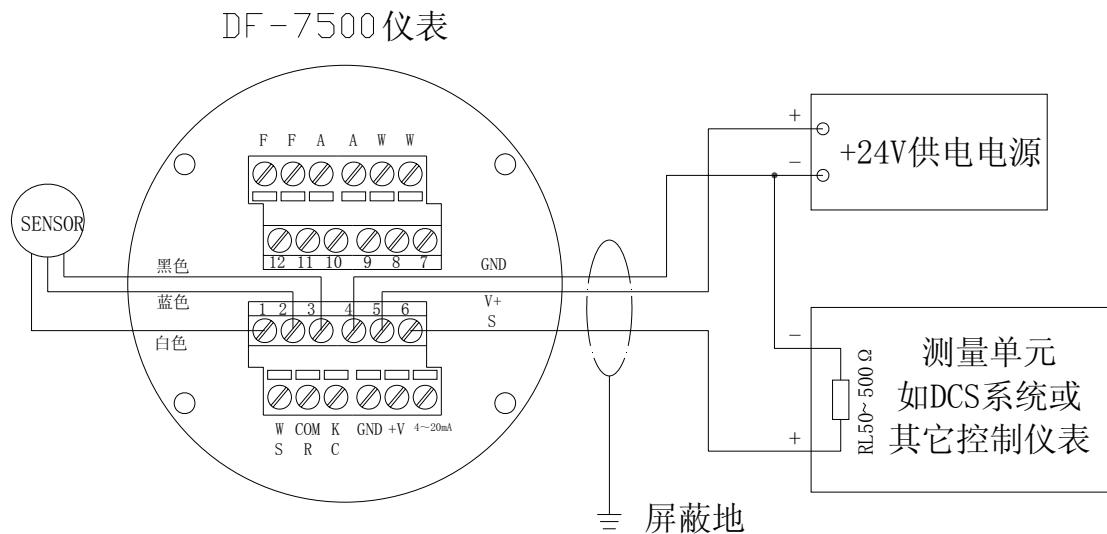
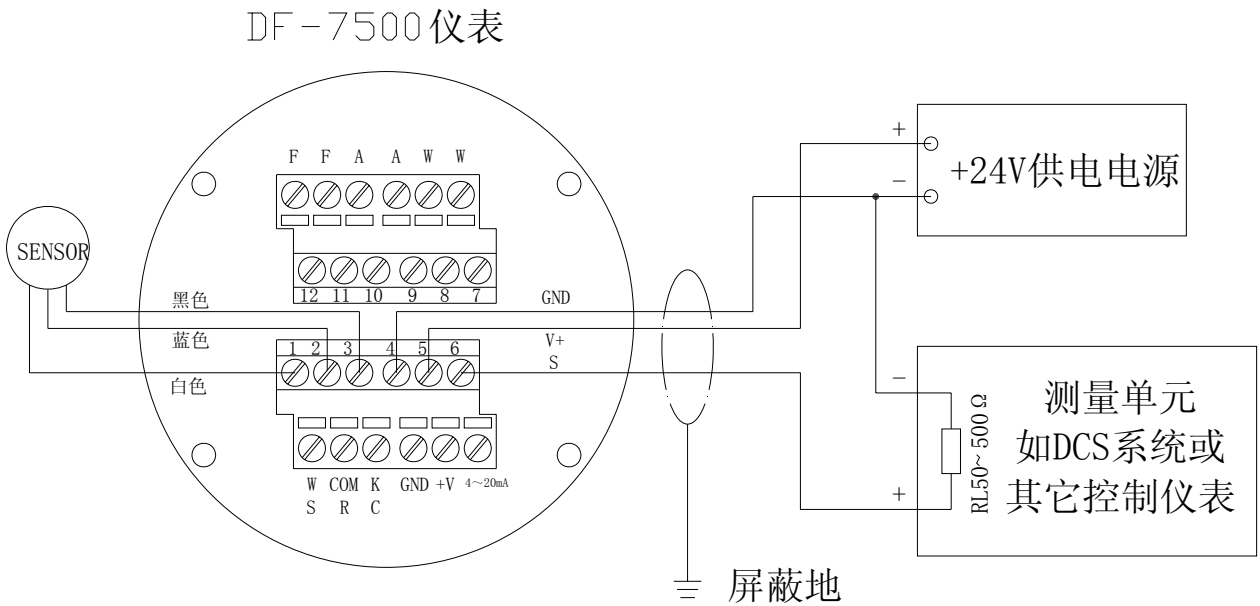
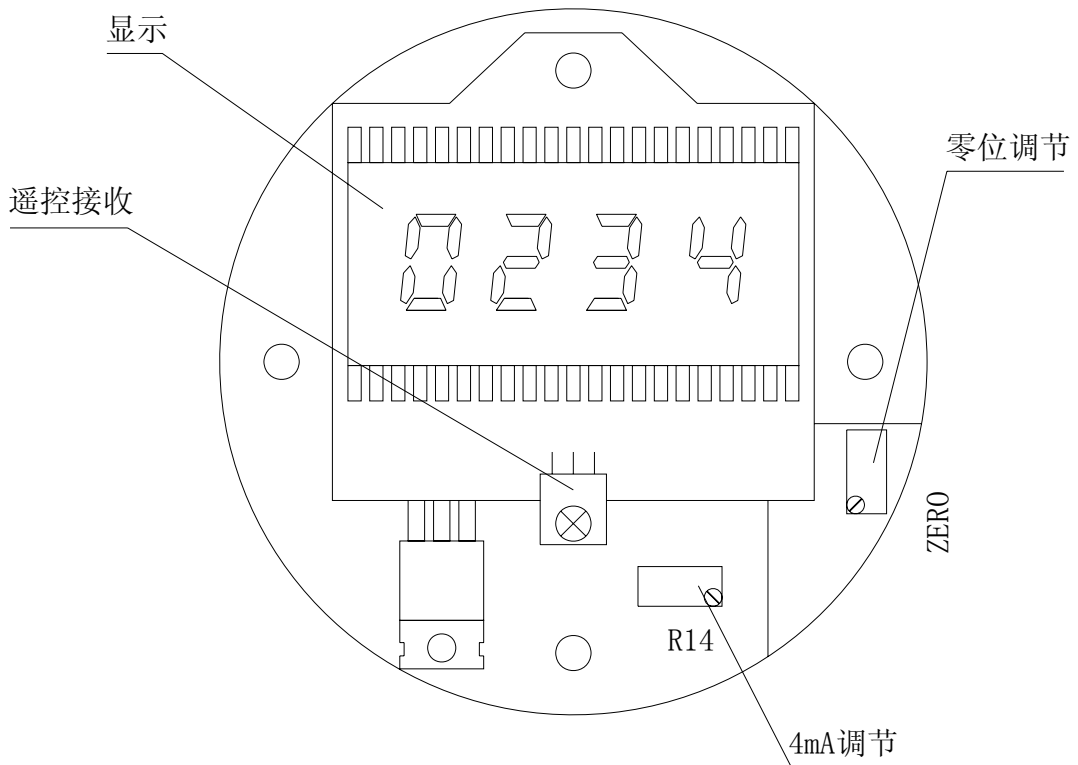

图 4: 前盒 4-20mA 信号及三级报警输出接线示意图
图 5: 后盒 4-20mA 信号输出及三对触点输出对外接线图
图 6: 前盒显示、遥控接收、调零内部线路示意图
探测器的前盒接线示意图参见图 4；后盒接线示意图见图 5；显示、遥控接收、调零内部线路示意图见图 6。前盒接线端子各引脚功能见表 1-1，后盒接线端子各引脚功能见表 1-2。
① **连接导线时务必切断电源。**
② 在打开盒盖前，务必先使用便携式可燃性气体检测仪检测周围的气体，确认环境中无可燃性气体(或毒性气体)存在。因为当盒盖打开并与电源连接时，可能会成为引爆环境中可燃性气体的点火源，导致损失及严重的伤害，甚至死亡。
③ 4~20mA 输出电流为仪表的标准信号电流，大多数数据采集系统或 P.L.C 系统可以直接接受这种 4~20mA 的信号。很多 P.L.C 系统也可以直接为变送器提供电源。探测器的对外接线参见“图 5、后盒 4-20mA 信号输出及三对常开触点输出对外接线图”、“图 5—1、DF-7500 与外部仪表接线图一”、“图 5—2、DF-7500 与外部仪表接线图二”和“表 1-2 探测器后盒接线端子各引脚功能”。
c、调节调零电位器 zero (参见图 6),使 LCD 显示为 00。
②旋开并取下探测器后盒盖；
③参见图 5 旋松 W(或 S)、COM(或 R)、K(或 C) 端子上的螺丝，从接线端子上拆下探头连线。根据颜色辨明每一根接线的位置，以保证新探头接线正确；
④将旧的探头从盒中旋下、拿掉；
⑤取一只新的探头；